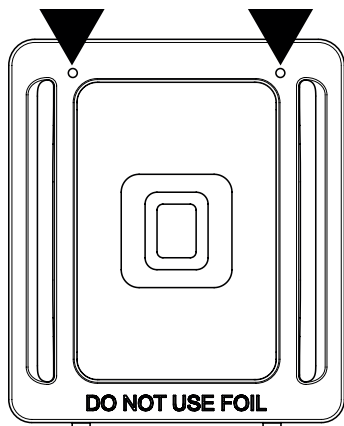

Figure 14a
- Retirez les deux vis de l'arrière du fond du four. Soulevez le fond du four pour le sortir de la cavité (voir la figure 14a).